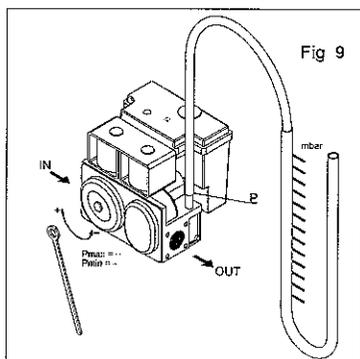

Fig 9
- tirar o parafuso 'P' (Fig.9) sobre a tomada de pressão na válvula;